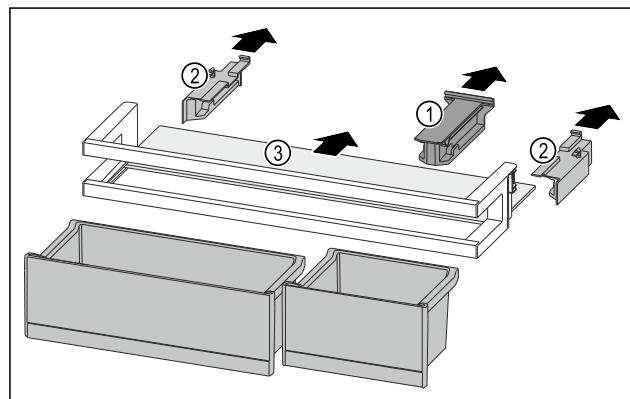

Fig. 260
- Estrarre l'elemento di tenuta Fig. 260 (1).
- Togliere gli elementi laterali Fig. 260 (2).
- Rimuovere il ripiano Fig. 260 (3).